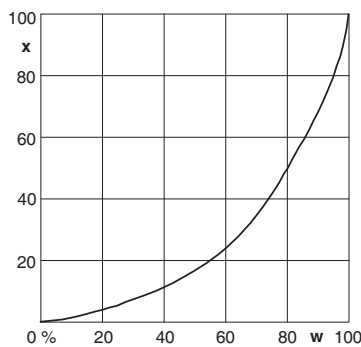

Bild 4.2
4.2 "Gleichprozentig": Ergibt an einem Ventil mit linearer Charakteristik eine gleichprozentige Kennlinie mit dem Stellverhältnis 1:50. Siehe Bild 4.2